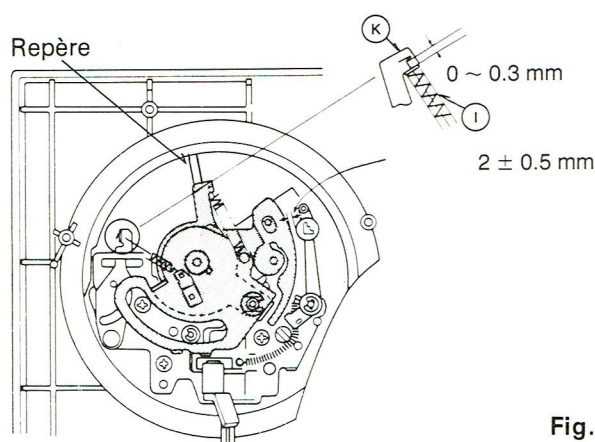

Fig. 7
Lors du remontage du mécanisme d'arrêt PU, veillez au repère dans le boîtier (Fig. 7).
Réglage anti-skating en position 0 et pousser le bras vers l'axe du plateau. L'intervalle entre le ressort (I) et le support ressort (K) doit être de 0-0,3 mm (Fig. 7)
En descendant le bras, l'intervalle entre le levier de freinage et le mécanisme d'arrêt PU doit être d'environ 2 mm (Fig. 7)